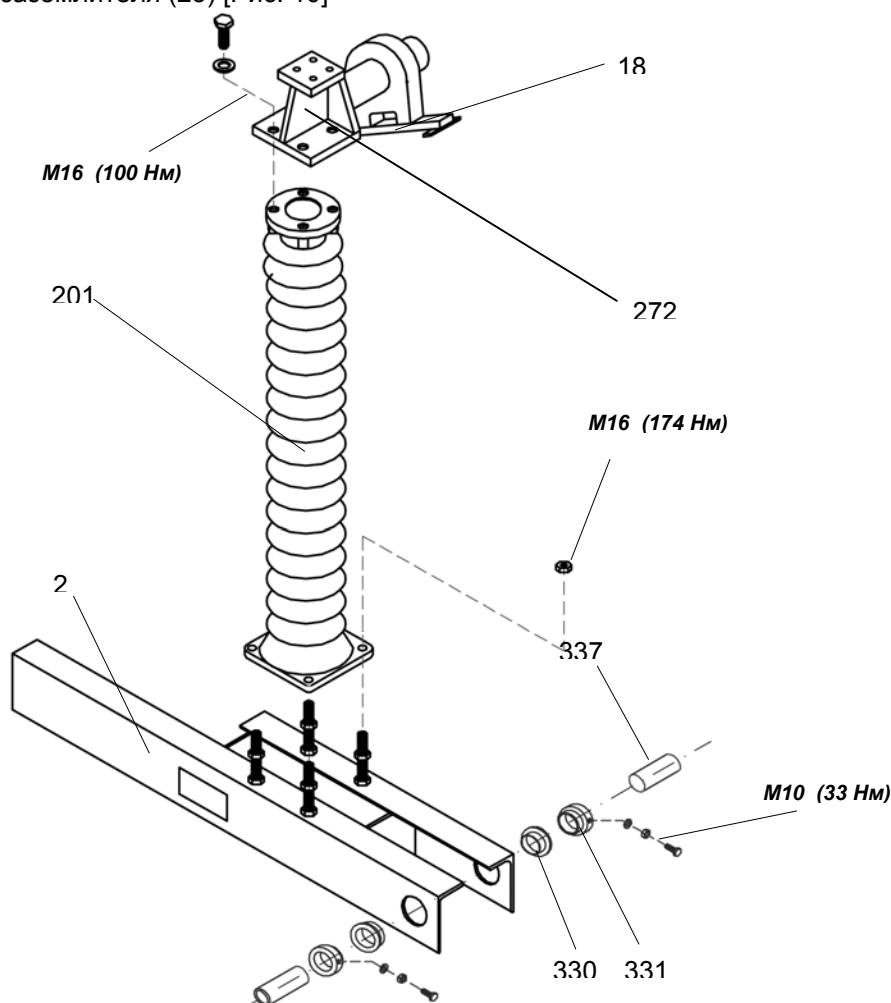

Рисунок 5: Монтаж изолятора и опоры контакта заземлителя (расстояние между отверстиями в нижней части изолятора \varnothing 200 мм)
2. Установить основания (2) на опорной конструкции
3. Установить опорные изоляторы (201) на основаниях (2) [рис. 5]
5. Установить опору контакта (272) на верхней части изолятора (201) и укомплектованный контакт заземлителя (18) [рис.5 или 6]
6. Смазать осевые подшипники (330) изнутри, а втулку с фланцем (331) снаружи, применяя синтетическую смазку, а затем установить их одновременно, убедившись, что осевые подшипники расположены на правильной стороне [рис.5]
12. Установить в правильную позицию предварительно смонтированный рычаг привода (76)
13. Установить рычаг заземлителя (19) на валу заземлителя
14. Установить приводную тягу (71) и отрегулировать соответствующим образом ее длину
15. При ЗАКРЫТОМ положении привода заземлителя отрегулировать расстояния рычага привода заземлителя (76) –**смотри раздел 6.3**
16. Довинтить болты, крепящие рычаг привода (76) и рычаг заземлителя (19)
17. Смазать заземляющий контакт (18) и установить его на трубе опоры контакта. [Рис. 5]
20. Перевести вручную плечи заземлителя (23) в ЗАКРЫТОЕ положения, убедившись, что контакт (18) симметрично входит между контактными пальцами (20), а пальцы опираются на ограничитель (21). Произвести регулировку, перемещая и поворачивая контакт (18) на опоре (272) [Рис. 5; 20]
21. Отрегулировать взаимное положение контактных пальцев (20) и заземляющего контакта (18), обеспечивая между ними прямой угол, а затем довинтить крепежные болты.
22. Перевести заземлитель в ОТКРЫТОЕ положение. Отрегулировать длину приводной тяги (71) таким образом, чтобы после пробного ручного переключения в ЗАКРЫТОЕ положение все
5. Установить опору контакта (272) на верхней части изолятора (201) и укомплектованный контакт заземлителя (18) [рис. 5 или 6]
6. Смазать осевой подшипник (330) изнутри, а втулку с фланцем (331) снаружи, применяя силиконовую смазку, а затем установить их одновременно, убедившись, что осевые подшипники расположены по правильной стороне
7. Установить валы заземлителя (73) в отдельных основаниях.
8. Довинтить предохранительные болты во втулках с фланцем (331) и заблокировать котргайкой
10. Установить в правильную позицию предварительно смонтированный рычаг привода (76)
11. Установить рычаг заземлителя (19) на валу заземлителя
12. Установить приводную тягу (71) и отрегулировать соответствующим образом ее длину
13. При ЗАКРЫТОМ положении привода заземлителя отрегулировать расстояния рычага привода заземлителя (76)
14. Довинтить болты, крепящие рычаг привода (76) и рычаг заземлителя (19)